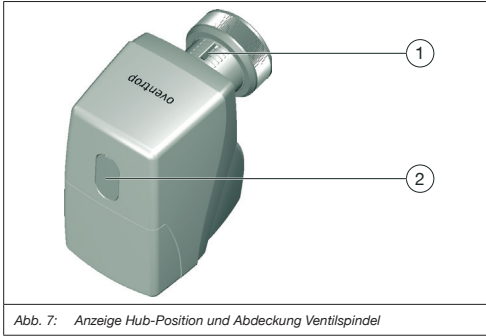
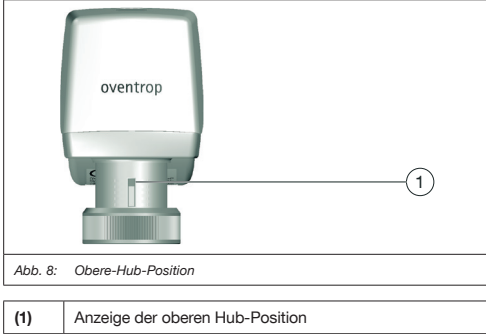

Abb. 7: Anzeige Hub-Position und Abdeckung Ventilschraube
Abb. 8: Obere Hub-Position
Handverstellung	Nur im spannungslosen Zustand! Verstellspindel für Innensechskantschlüssel unter der Abdeckung (Position 2 in Abb. 7), Schlüsselweite 4 mm
- Wenn sich der Stellantrieb nicht in der oberen Hub-Position befindet (siehe Position (1) in Abb. 8): Öffnen Sie die Abdeckung für die Handverstellung (Verstellspindel) (siehe Position 2 in Abb. 7) und bringen Sie den Stellantrieb mit einem Innensechskantschlüssel (Schlüsselweite 4 mm) in die obere Hubstellung.